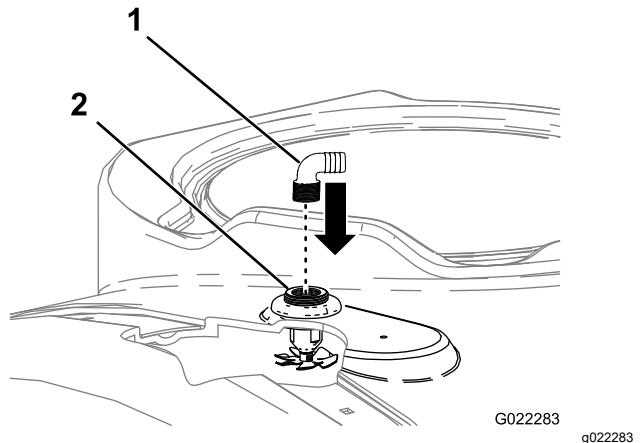

Figura 6
- Instale los 2 conectores de manguera en los orificios roscados de los conectores estancos de las boquillas de enjuague (Figura 6).